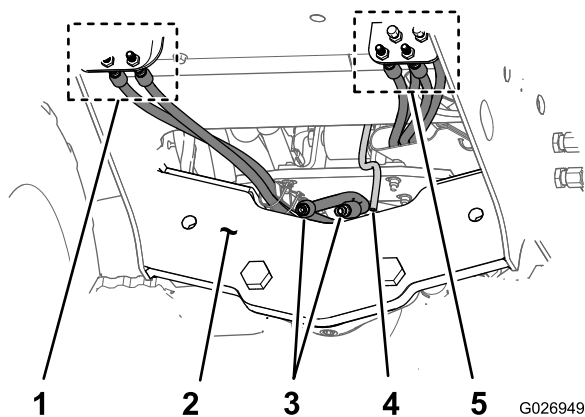

Figura 7
1. En la parte delantera de la máquina, identifique con cuidado y marque la posición de las mangueras en los paneles de conexión derecho e izquierdo (Figura 7).
2. Retire las mangueras de los acoplamientos de los paneles de conexión izquierdo y derecho, y tapone las mangueras (Figura 7).
2. Conecte las mangueras a los acoplamientos de los paneles de conexión del lado derecho e izquierdo (Figura 7).